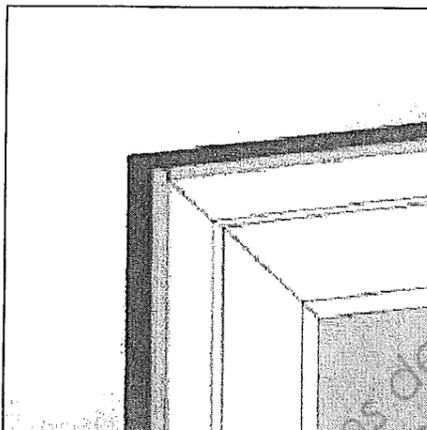

Fig. 4: Aboutage dans les angles
- Dans les angles, ne pas faire tourner la bande, mais la couper et abouter les extrémités perpendiculairement (Fig. 4).